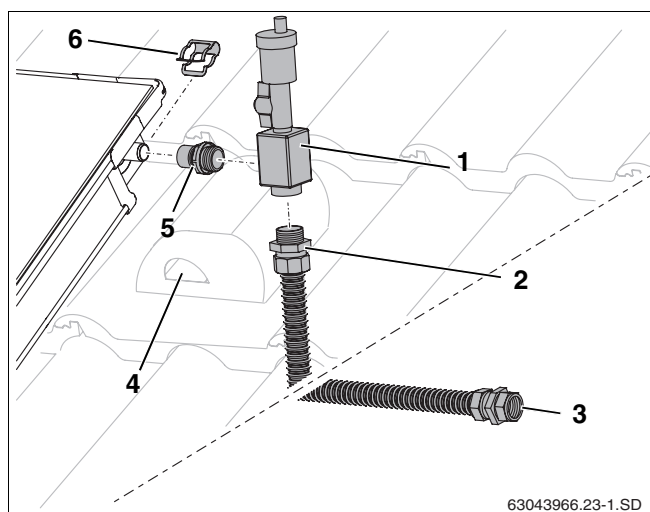

Fig. 58 Montaje del purgador
- ▶ Enrosque firmemente el casquillo (fig. 58, **pos. 5**) y el tubo de conexión (fig. 58, **pos. 2**) en el acumulador de aire (junta tórica).
- ▶ Coloque el acumulador de aire (fig. 58, **pos. 1**) con el casquillo en la conexión del colector y asegúrelo con una abrazadera (fig. 58, **pos. 6**).
- ▶ Introduzca el tubo de conexión junto con el cable de la sonda a través de la teja de ventilación (fig. 58, **pos. 4**) y del aislamiento del tejado.
- ▶ Conecte el tubo colector a la rosca de conexión (fig. 58, **pos. 3**).